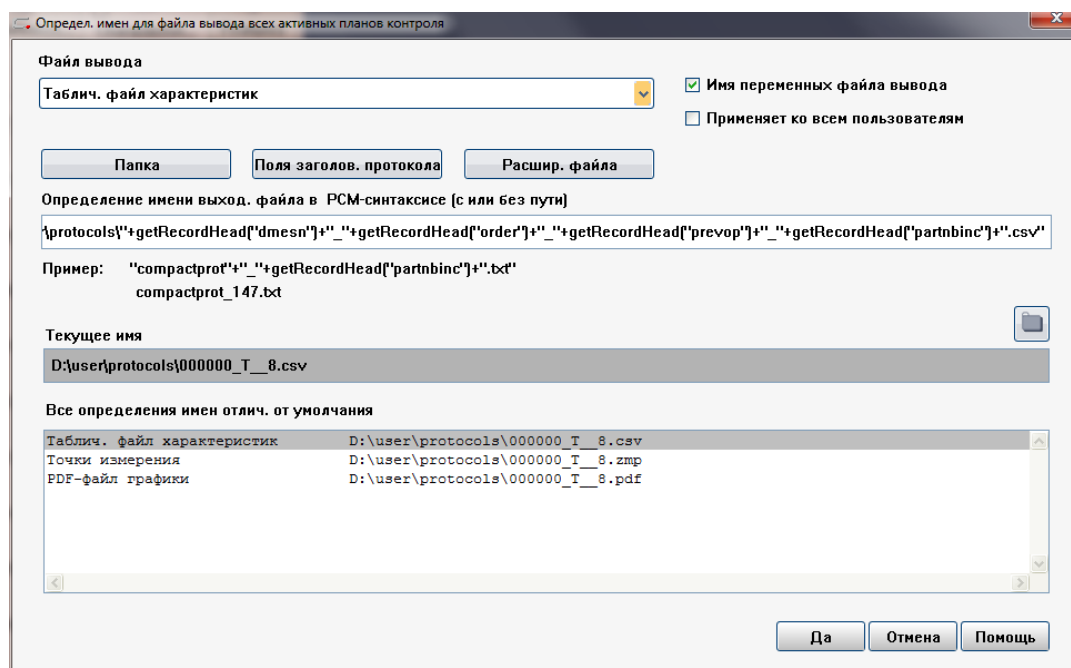

Рисунок 34 – Задание названия файла
11.2.3 Set up name of file «Name of output file» («Имя переменных файлов вывода»). Названия файлов (рисунок 34) должны быть как указано ниже, для каждого формата необходимо задать своё расширение: